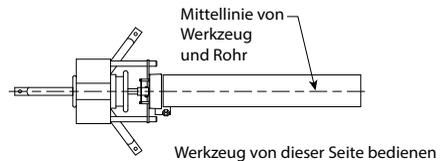

ABBILDUNG 2 – SPURWINKEL
- c. Positionieren Sie die Mittellinie des Rohrständers entlang der Mittellinie des Werkzeugs. Siehe Abbildung 2 oben.